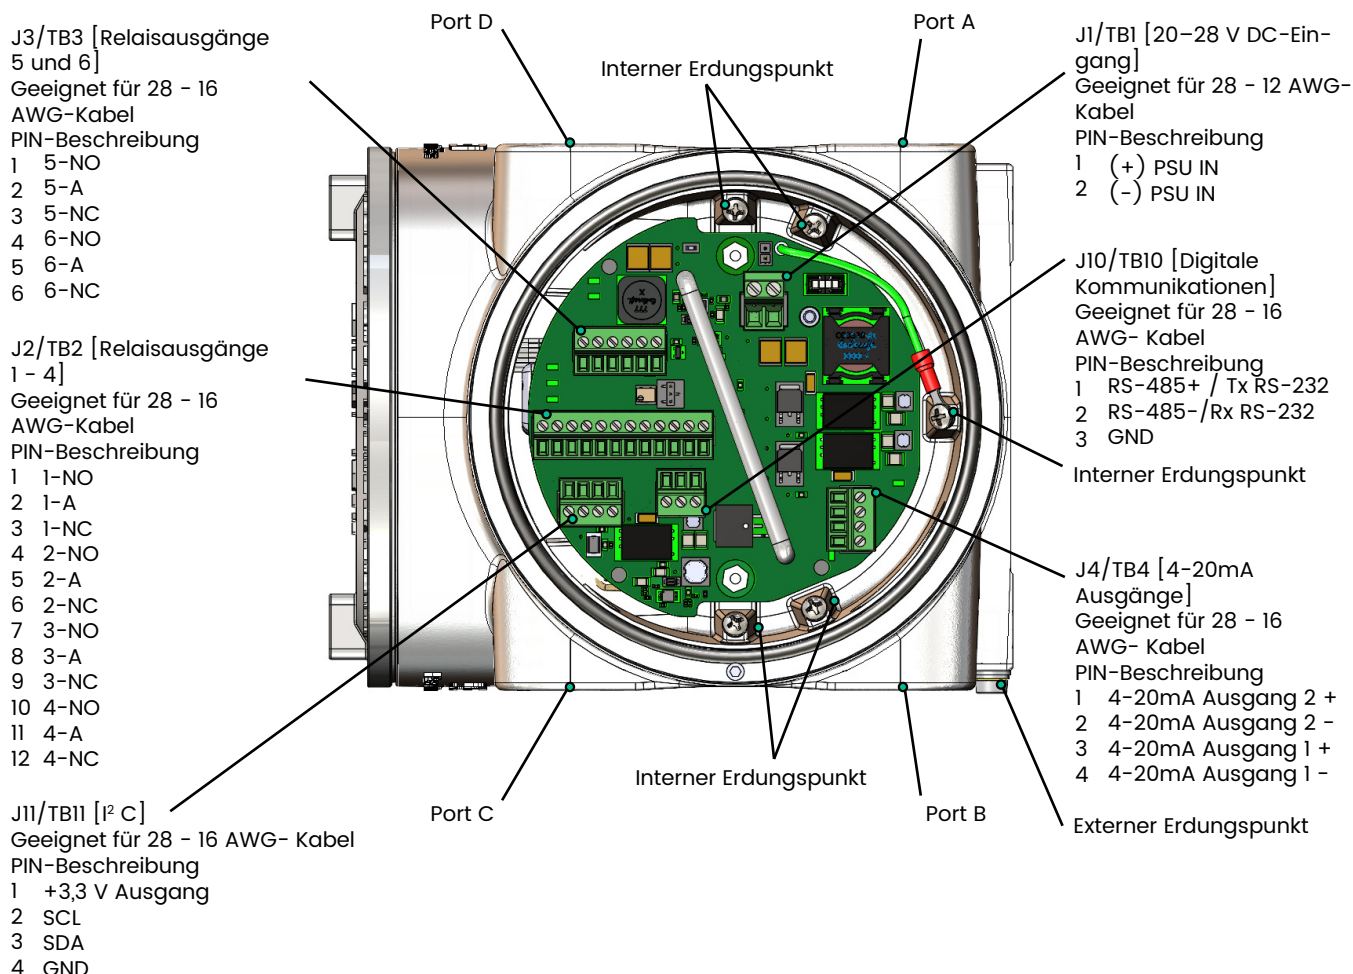

Abbildung 8: Schaltplan
Informationen zur Position der Anschlüsse finden Sie unter *Abbildung 8*, und Informationen zu den Anforderungen an die Netzteilkabellänge finden Sie unter *Tabelle 1*:
Die Kabelverbindungen für die 24-VDC-Spannungsversorgung, die 4-20-mA-Analogausgänge, die Relaisausgänge und die digitalen Kommunikationsausgänge erfolgen an den Klemmenblöcken TB1, TB2, TB3, TB4 und TB10 im Innenraum des XMTCpro-Gehäuses (siehe *Abbildung 8*). Um auf diesen Klemmblock zuzugreifen, lösen Sie die Stiftschraube des Gehäusedeckels und schrauben Sie diesen ab. Informationen zu Positionen und Bezeichnungen der Klemmblocke TB1, TB2, TB3, TB4 und TB10 finden Sie unter *Abbildung 8*.
4. Schließen Sie die entsprechenden Leitungen gemäß dem Schaltplan in *Abbildung 8* an.